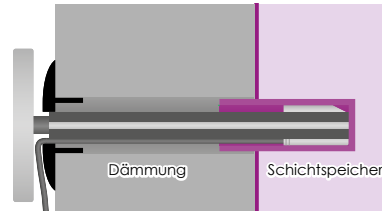

Bild 13: Das Steckmodul ist bis zum Anschlag in die Tauchhülle geschoben.
4. Schieben Sie das Steckmodul bis zum Anschlag in die Tauchhülse (► *Bild 13*).